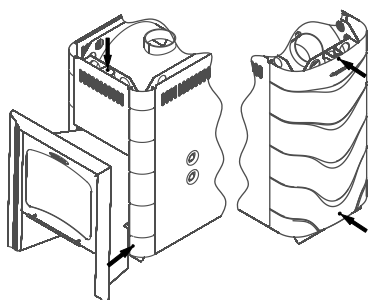

Рисунок 8. Винты для демонтажа конвектора печи «Ангара 2012 Витра»
2. Снять конвектор, открутив 5 саморезов (рисунок 8).